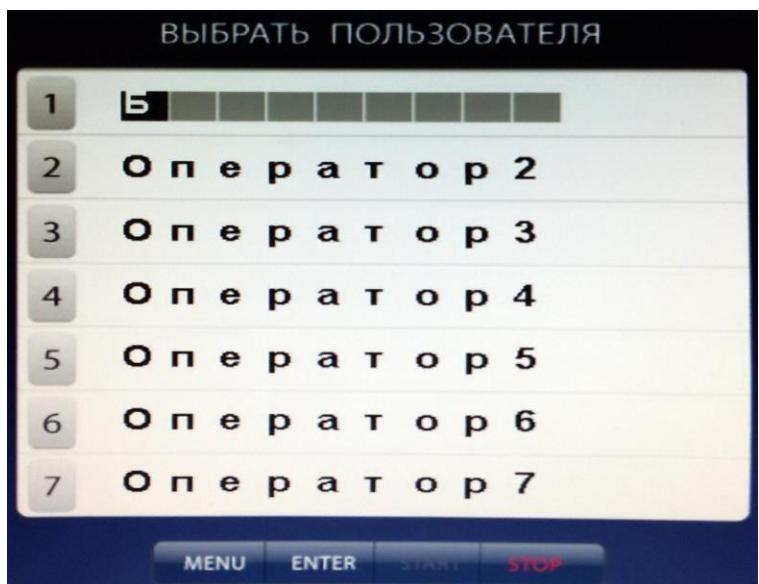

Рис. 17.3.
17.3.1. Нажмите кнопку «MENU». На экране появится окно MENU, нажмите кнопку 1 «Выбрать пользователя» на экране появится окно «Выбрать пользователя» со списком задействованных операторов (рис.17.3).